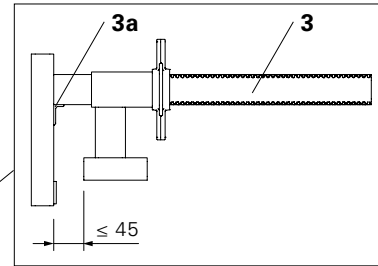

Abb. A2.05b
- Decken- bzw. Brüstungsstärke: ≤ 45 cm. (Abb. A2.05b)